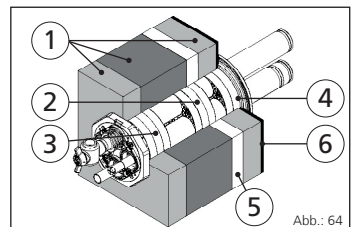
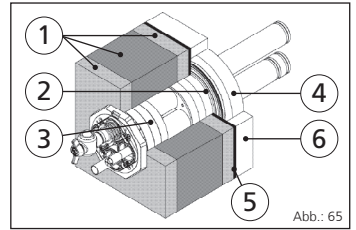

Abb.: 64
Abb.: 65
- Bei Doppel-/Elementwänden ist eine positive Dichtheitsprüfung nur mit Grundvariante 2 in Verbindung mit Modul 1 und 1.2 (siehe Abb.: 64) oder Grundvariante 2 in Verbindung mit Modul 6.2 (siehe Abb.: 65) möglich.
Legende zu Abb.: 64
Legende zu Abb.: 65